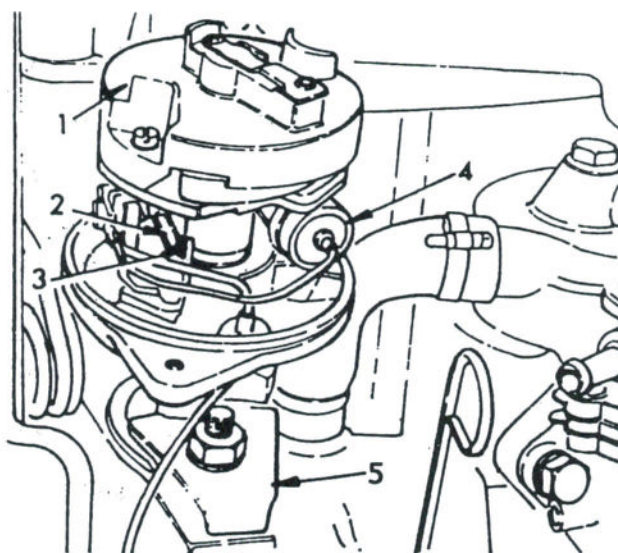

Bild 95
- Klemmschelle («5» in Bild 95) lose anbringen.